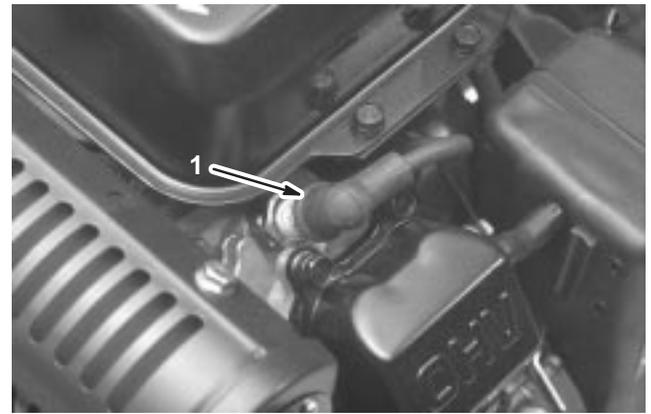

Bild 31
2. Reinigen Sie den Bereich um die Zündkerze und nehmen Sie sie vom Zylinderkopf ab (Bild 31).